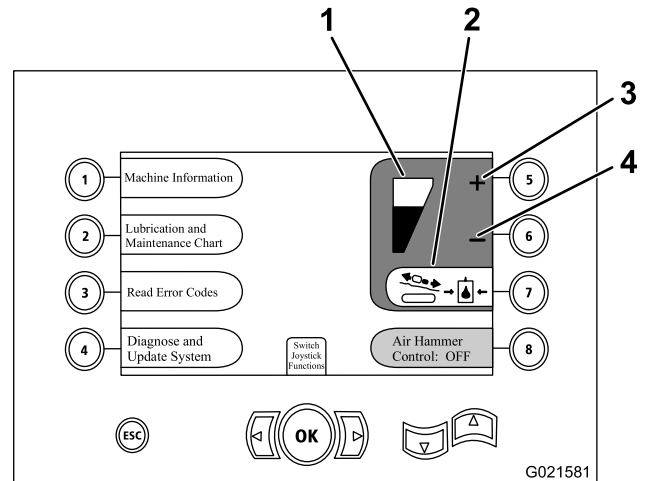

Figura 69
2. Aumente ou reduza a pressão do sistema de translação da seguinte forma:(Figura 69).
- Pressione o botão 5 na tela para reduzir a pressão do sistema de translação (Figura 69).
- Pressione o botão 6 na tela para aumentar a pressão do sistema de translação (Figura 69).
Nota: O indicador de pressão do sistema de translação (Figura 69) oscila para cima ou para baixo dependendo de quanto se aumenta ou reduz a pressão do sistema de translação.